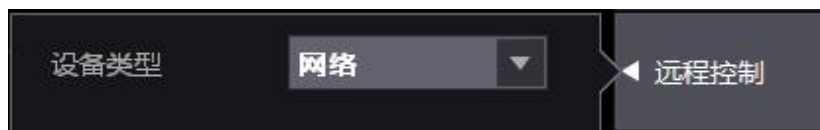

图 1.7 远程控制网络接口界面
- 1) 硬件连接后，用户还需选择功率分析仪远程控制接口，选择网络作为通信接口，如图 1.7；